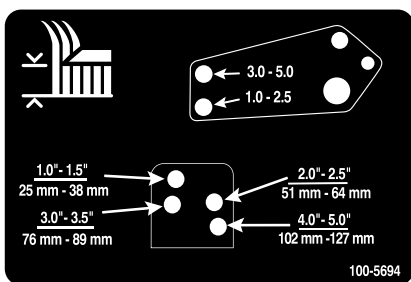

Figura 26
- Allineate i fori dei tiranti di smorzamento con i fori della staffa per l'altezza di taglio desiderata sul telaio del piatto di taglio, inserite i perni con testa e montate le coppiglie (Figura 26).